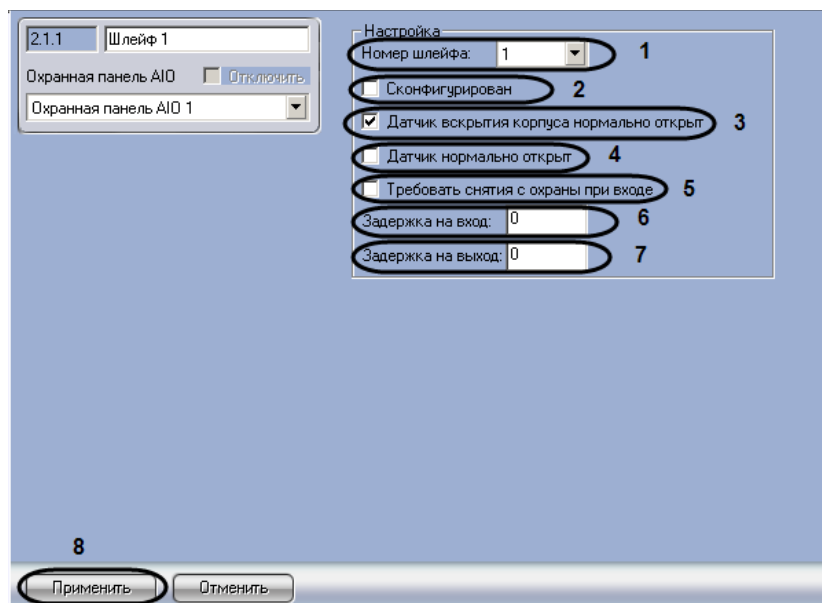

Рис. 3.5-4 Панель настроек объекта Шлейф
1. Перейти на панель настроек объекта **Шлейф** (Рис. 3.5-4).
2. Из раскрывающегося списка **Номер шлейфа**: выбрать порядковый номер шлейфа (см. Рис. 3.5-4, 1).
3. Установить флажок **Сконфигурирован**, если шлейф находится в рабочем состоянии (см. Рис. 3.5-4, 2).
4. Установить флажок **Датчик вскрытия корпуса нормально открыт**, если необходимо получать события тревоги при разрушении или вскрытии корпуса датчика (см. Рис. 3.5-4, 5).
5. Установить флажок **Датчик нормально открыт**, если необходимо, чтобы шлейф находился в нормальном состоянии (не тревога) при разомкнутых контактах (см. Рис. 3.5-4, 4).
6. Если необходимо требовать снятие с охраны шлейфа при входе необходимо установить соответствующий флажок (см. Рис. 3.5-4, **5**).
7. Ввести в поле **Задержка на вход:** значение в секундах, определяющее время для снятия шлейфа с охраны при входе (см. Рис. 3.5-4, **6**).
8. Ввести в поле **Задержка на выход:** значение в секундах, определяющее время, при котором объект сможет совершить выход после постановки шлейфа на охрану (см. Рис. 3.5-4, **7**).